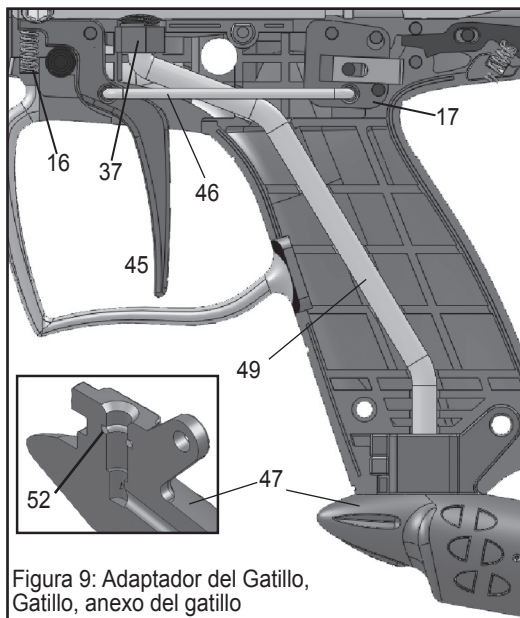

Figura 9: Adaptador del Gatillo, Gatillo, anexo del gatillo
8. Para separar las mitades del marcador, con mucho cuidado remueva los siete **tornillos** (6) de la mitad izquierda del Recibidor (2), y los dos tornillos (6) de la mitad derecha del Recibidor (3). Levante la mitad (2) del recibidor de la mitad derecha (3). Para re-ensamblar, no aplique torque superior a 8.0 in-lb (0.90 N-m).
9. Levante el ensamble (flecha) de la mitad derecha del Recibidor. Si es necesario, remueva el conjunto del **Panel del Mango** (51), de lo contrario, déjelo en el espacio.
10. Remueva el **Conector del Gatillo** (46) del **Gatillo** (45) y el ensamble del **adaptador del Gatillo** (17). Levante el **Resorte** del Gatillo (16) del marcador. Levante el Ensamble del Adaptador del Gatillo del marcador.
11. Remueva el **Adaptador del Suministro de Aire** (ASA) (47) y la **línea de Gas** (49) como un solo ensamble del marcador. La línea de gas puede ser jalada de la **Unión de la línea de gas** (37) unida al Tubo de potencia. Jale la línea de Gas del ASA si es necesario. Si el **empaquete** (52) que esta dentro del ASA necesita ser reemplazado, use un instrumento puntudo para remover el existente. Asegúrese de sentar adecuadamente el empaque nuevo como se observa en la Figura 9. Una gota de lubricante para marcadores sobre los empaques hará el re-ensamble más fácil.
12. Remueva el **cierre** (42) levantando hacia arriba de la mitad derecha del recibidor. Asegúrese de mantener control del **Resorte** (44) mientras se remueve el Cierre.
13. Si el **Acople de Enganche** (50) requiere ser reemplazado, remuévalo de la mitad derecha del Recibidor. Para insertar uno nuevo, alinee el Acople de Enganche con la cavidad y haga presión en su lugar.